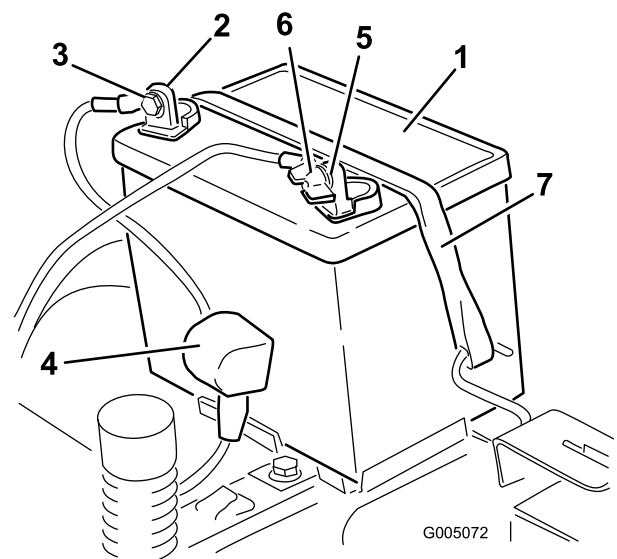

Figura 38
4. Desconecte el cable negativo de tierra (negro) del borne de la batería (Figura 38).
6. Desconecte el cable positivo (rojo) del borne de la batería (Figura 38).
7. Retire la correa de sujeción de la batería y levante la batería para retirarla de su bandeja (Figura 38).
1. Coloque la batería en la bandeja (Figura 38).
5. Fije la batería con la correa de sujeción (Figura 38).